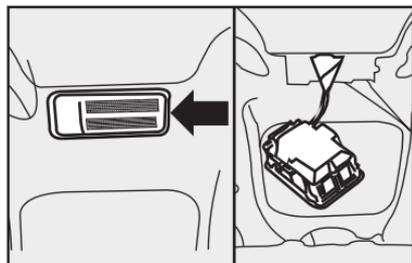

fig. 71
3) substituir a lâmpada cilíndrica **B-fig. 71**.
- 1) remover a lente transparente **fig. 71** forçando levemente com uma chave de fenda no local indicado pela seta;